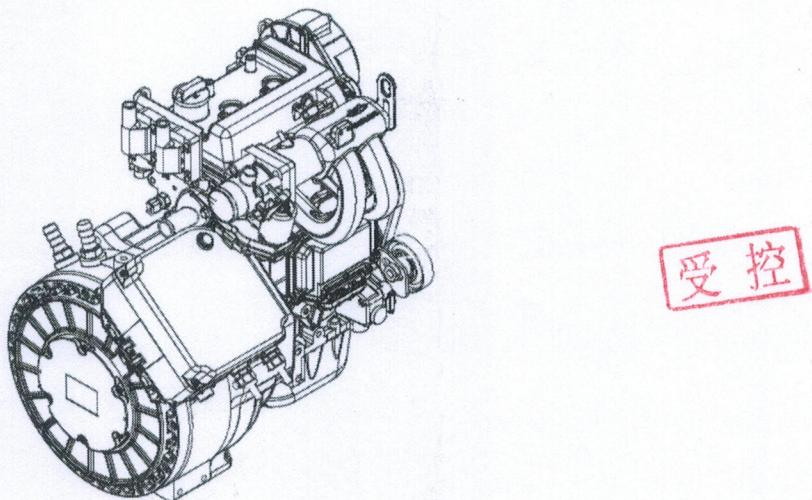
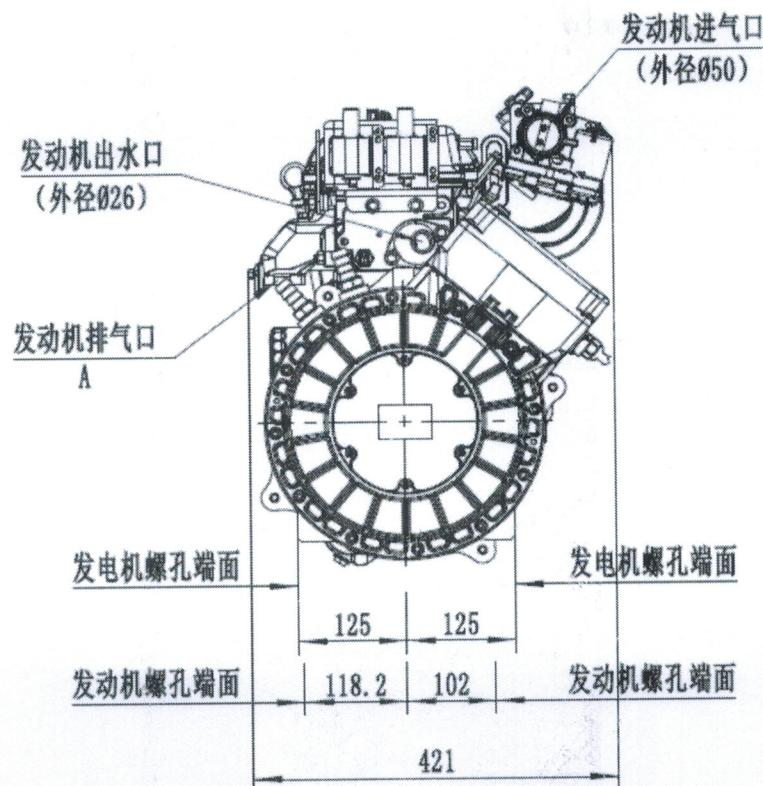
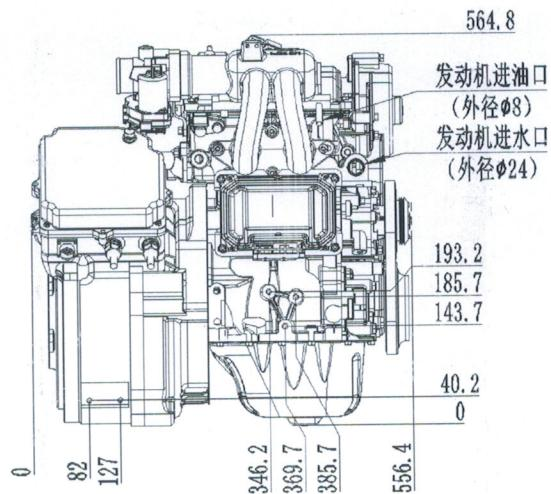

图 1：增程器外形图
图 2：增程器机组安装尺寸
图 4：增程器机组安装尺寸
4.1.3 12kW-QR272 增程器机组外形见图 1, 安装尺寸详见图 2-图 4。